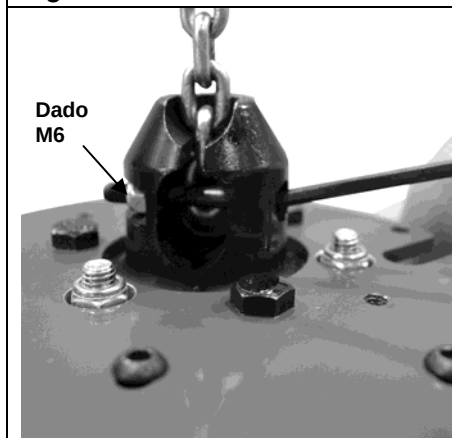

Figura 2-14
- 3) Posizionare il dado M6 sull'altra estremità del bullone e serrare (Cfr. Figura 2-14).